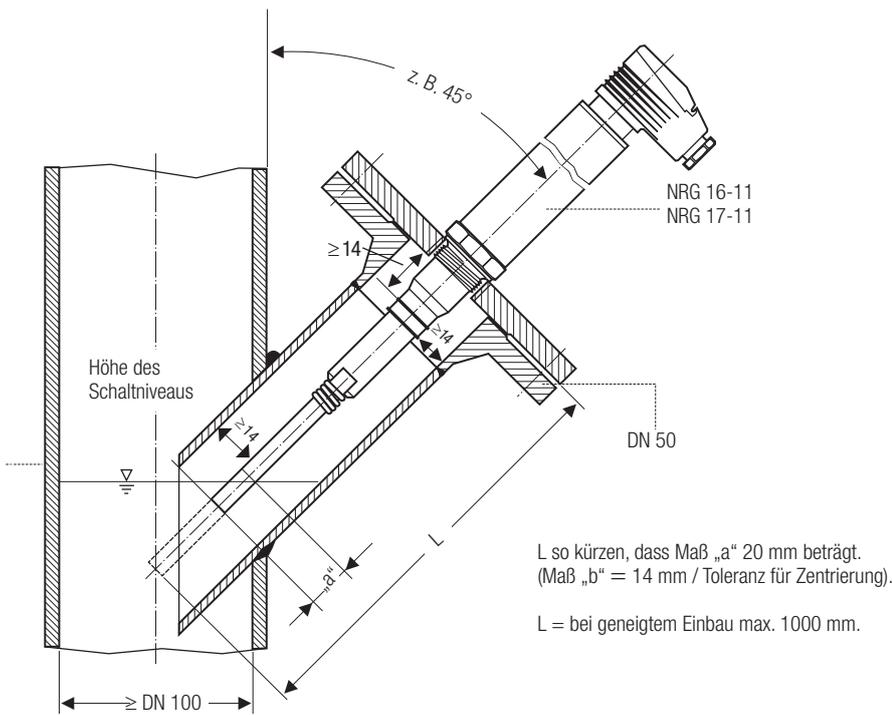

Fig. 3
■ Der Neigungswinkel der Elektrode darf maximal 45° betragen, die Länge des Elektrodenstabs ist auf 1000 mm begrenzt. **Fig. 3**